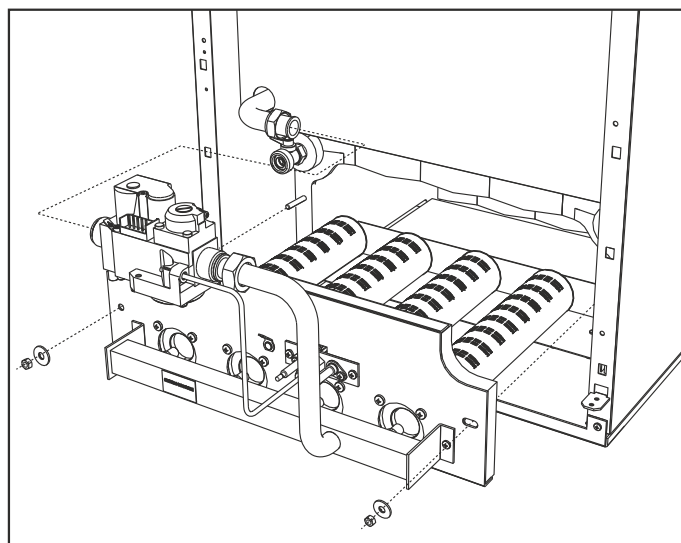

fig. 20 - Smontaggio bruciatori
- Svitare i due dadi che fissano la porta della camera di combustione agli elementi in ghisa della caldaia (fig. 20)